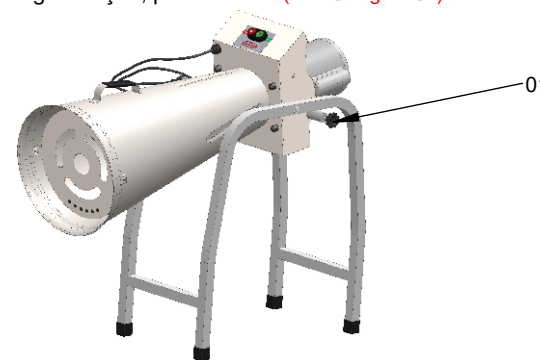

Figura 01
3.1.3 Para uma melhor higienização, puxe a trava (item 01 figura 01) indicada abaixo, incline o copo e trave-o novamente.